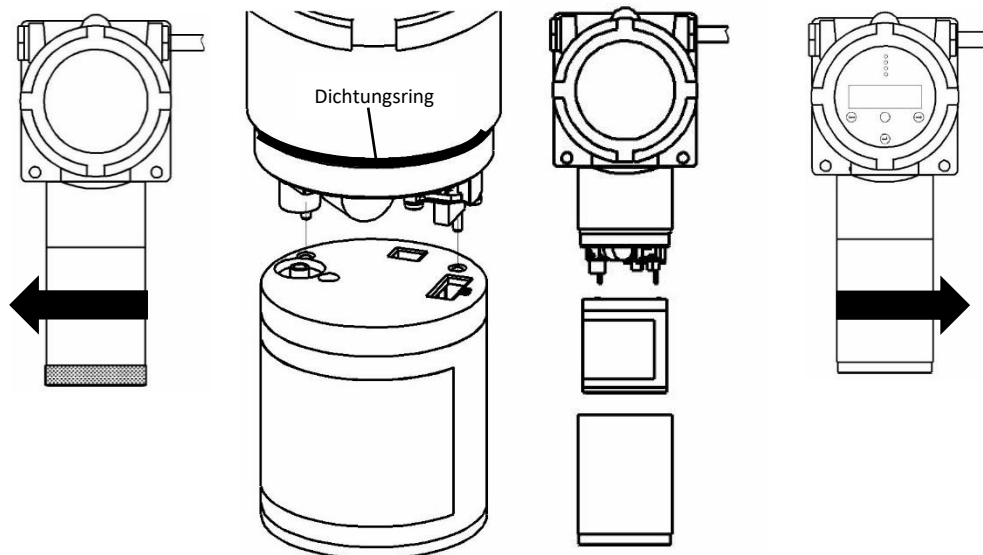

Abbildung 10: Anstecken des Sensormoduls
3. Führen Sie die beiden Führungsstifte in die Führungsbohrungen ein und schieben Sie das Modul vorsichtig senkrecht nach oben, die Anschlüsse finden sich dabei selbstständig (siehe Abbildung 10).